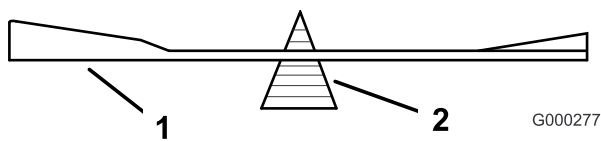

Figura 27
2. Verifique el equilibrio de la cuchilla colocándola sobre un equilibrador de cuchillas (Figura 27).